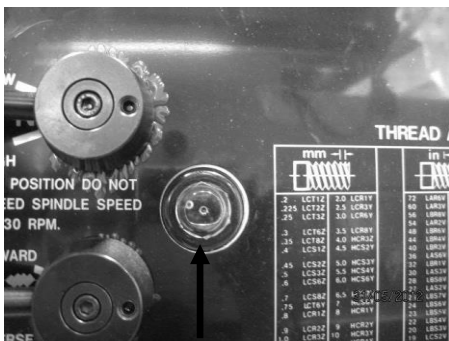

Рис.23. Смотровое окно масляного насоса.
13. Поверните красную кнопку АВАРИЙНОЙ остановки по часовой стрелке, пока она не выскочит и не запустит насос. Наблюдайте за смотровым окном масляного насоса (Рис. 23). Когда масло вытечет из трубки и будет заметно в смотровом окне, можно запускать токарный станок.